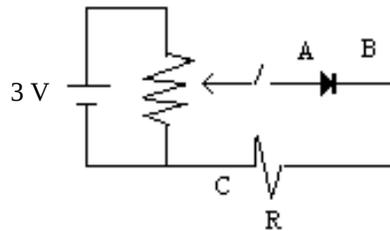

Figura 2. Esquema del circuito
- 4.1. Conecte el circuito que se muestra en la figura 2, manteniendo el diodo LED y una resistencia de $100\ \Omega$.
6. Repita el proceso aplicado tanto para el LED y como para diodo NTE 519, utilizando un diodo Zener en el referido circuito de la figura 2. Tenga especial interés en la polarización en inverso.